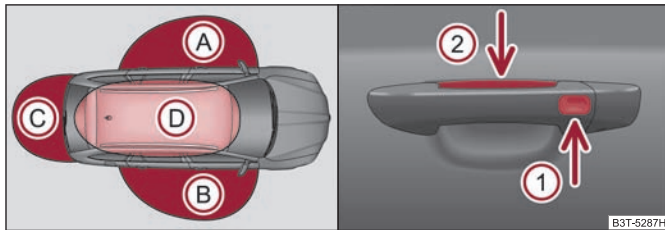

Abb. 26 KESSY: Bezeichnung der Bereiche und Ent- / Verriegeln des Fahrzeugs
- Sensor an der Außenseite des Türgriffs der vorderen Tür ① ⇒ Abb. 26 - dient zum Verriegeln des Fahrzeugs,
- Sensor an der Innenseite des Türgriffs der vorderen Tür ② ⇒ Abb. 26 - dient zum Entriegeln des Fahrzeugs. ■
Befindet sich ein gültiger Funkschlüssel im Bereich ① ⇒ Abb. 26 oder ② am Fahrzeug, ist es möglich die jeweilige Tür dieses Bereichs zu entriegeln. D. h., wenn sich der Schlüssel im Bereich ① befindet, können Sie die vordere linke Tür entriegeln. Befindet sich der gültige Schlüssel im Bereich ②, ist es möglich die Gepäckraumklappe zu entriegeln.
- Umfassen Sie den Türgriff der vorderen Tür oder bedecken Sie mit der ganzen Handfläche den Sensor ② ⇒ Abb. 26, das Fahrzeug wird entriegelt. Wenn Sie beim Entriegeln den Sensor ② und gleichzeitig den Sensor ① überdecken, wird das Fahrzeug nicht entriegelt.
Nach dem Verriegeln des Fahrzeugs mit Hilfe des Sensors ① ⇒ Abb. 26 ist es 2 Sekunden lang nicht möglich das Fahrzeugs mit Hilfe des Sensors ② zu entriegeln. Damit ist es möglich durch Ziehen am Griff zu prüfen, ob das Fahrzeug verriegelt ist. ▶
Wenn nach Verriegeln und Schließen aller Türen inklusive Gepäckraumklappe der Schlüssel, mit dem das Fahrzeug verriegelt wurde, im Fahrzeug im Bereich ① ⇒ Seite 42, Abb. 26 bleibt, aktiviert sich der Schutz gegen ungewolltes Einsperren des Schlüssels im Fahrzeug und es entriegelt wieder.
Wenn das Fahrzeug innerhalb von 60 Stunden nicht entriegelt wird, werden die Sensoren ① ⇒ Seite 42, Abb. 26 und ② im Griff der Beifahrertür automatisch deaktiviert. Für eine erneute Aktivierung muss eine der folgenden Bedingungen erfüllt werden:
- Entriegelung der Fahrertür mit Hilfe des Sensors ② ⇒ Seite 42, Abb. 26,
Wenn das Fahrzeug innerhalb von 90 Stunden nicht entriegelt wird, werden auch die Sensoren ① und ② im Griff der Fahrertür automatisch deaktiviert ⇒ Seite 42, Abb. 26. Für eine erneute Aktivierung muss eine der folgenden Bedingungen erfüllt werden:
Wenn Sie beim Verriegeln des Fahrzeugs den Finger auf dem Sensor ① ⇒ Seite 42, Abb. 26 länger als 2 Sekunden halten, werden geöffnete Fenster und das Panorama-Schiebedach geschlossen. Lassen Sie den Sensor ① los, wird der Schließvorgang unterbrochen. Wenn Sie den Sensor ① wieder berühren, wird der Schließvorgang der Fenster und des Panorama-Schiebedachs fortgesetzt. ▶